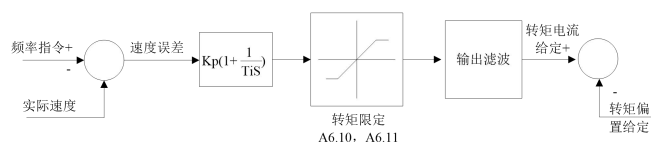

图 6-15 速度调节器简化图
1. 速度调节器(ASR)的构成如图 6-15 所示。图中  $K_P$  为比例增益  $P$ ， $T_I$  为积分时间  $I$ 。